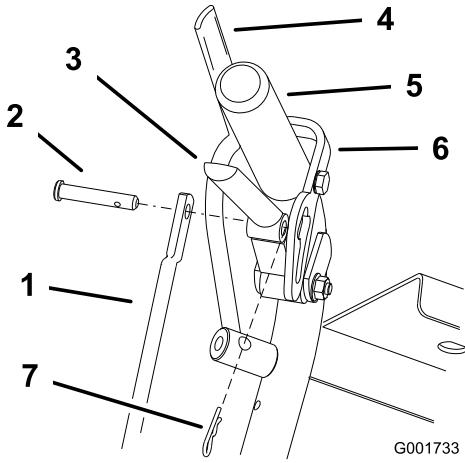

Figure 52
1. Ajustez la longueur de la tige en relâchant le levier de déplacement et en levant la goupille fendue et l'axe de chape. Tournez la tige dans la fixation (Figure 52).
4. Placez l'axe de chape dans le levier de déplacement (Figure 52).
6. Placez la goupille fendue entre les leviers de déplacement et les verrous de point mort, et dans les axes de chape (Figure 52).